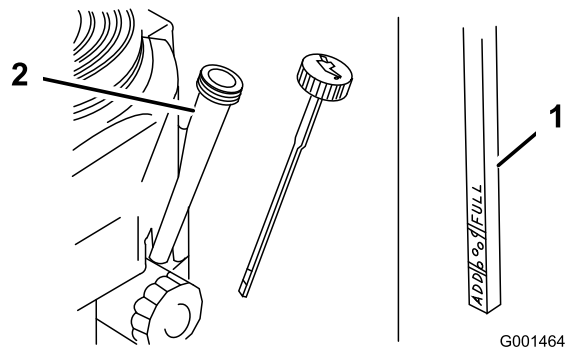

Figura 16
3. Limpie alrededor de la varilla de aceite (Figura 16).
4. Retire la varilla de aceite y limpie el extremo (Figura 16).
5. Introduzca la varilla a fondo en el tubo de la varilla sin enroscarla en el cuello de llenado (Figura 16).
6. Retire la varilla y observe el extremo. El nivel de aceite debe estar entre las marcas Add (Añadir) y Full (Lleno) (Figura 16).